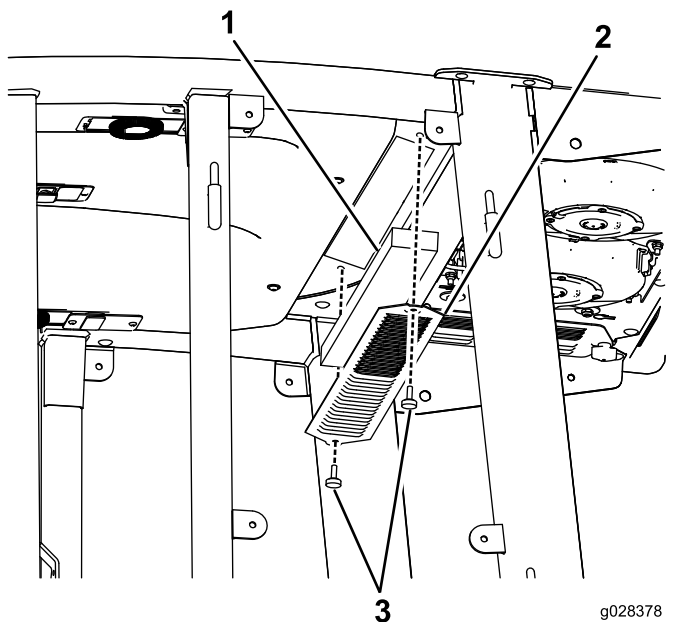
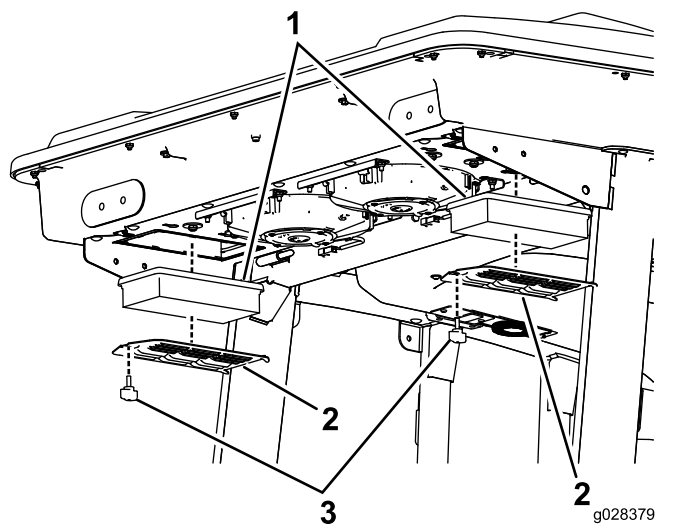
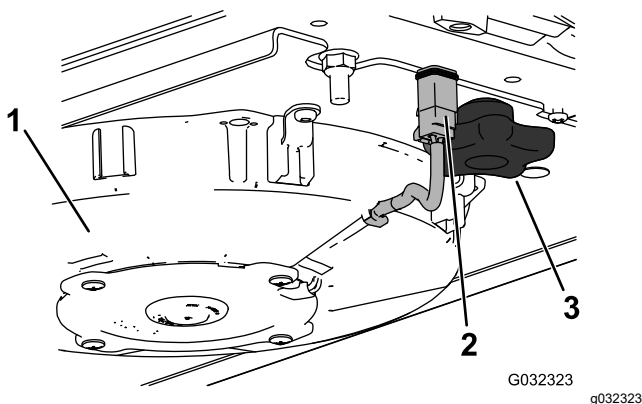
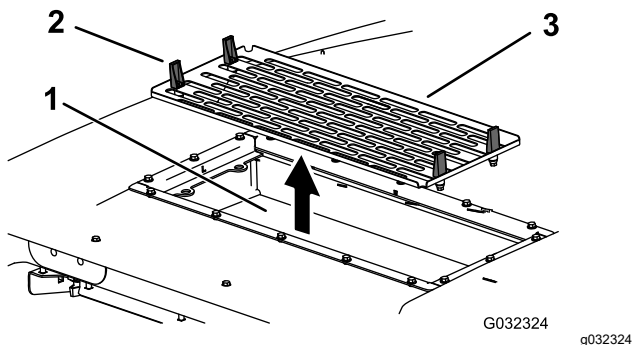

Bild 93
Bild 94
Bild 96
Bild 97
- Nehmen Sie die Schrauben und Gitter von den internen und hinteren Kabinenluftfiltern ab (Bild 93 und Bild 94).
- Entfernen Sie die Luftfilter (siehe Bild 94).
- Bauen Sie Luftfilter, Gitter und Klimaanlage wieder ein (Bild 94, Bild 96 und Bild 97).
- Schließen Sie das Kabel jedes Lüfters an (Bild 96).